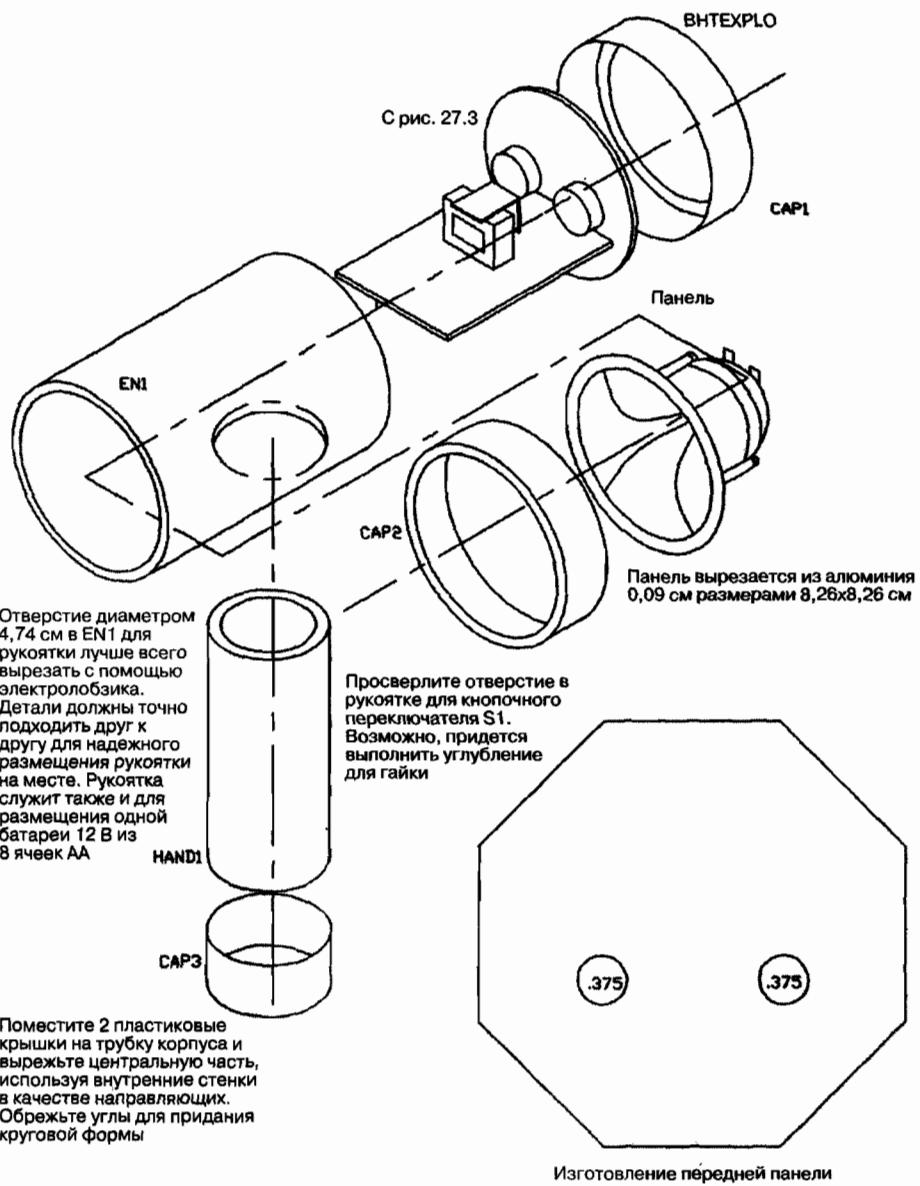

Рис. 27.5. Окончательный вид устройства в разобранном виде
1. Поверните оси переменных сопротивлений до упора по часовой стрелке. Установите последовательно 8 элементов питания АА в держатель в рукоятке ВН1, как показано на рис. 27.5.
1. Вырежьте заднюю панель из алюминия 8,26×8,26 см. Выполните отверстия для органов управления (см. рис. 27.5).
4. Выполните окончательную сборку, сверившись с рис. 27.5.